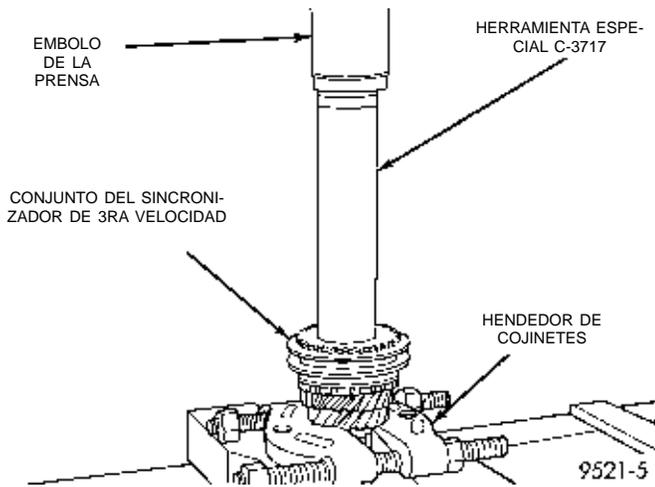

Fig. 90 Prensa sobre la maza del sincronizador de 3ra velocidad
- (1) Coloque el eje impulsor en la prensa de taller.
- (2) Instale el cojinete de agujas de jaula de 3ra velocidad en el eje impulsor.
- (3) Instale el engranaje de 3ra velocidad y el sincronizador de 3-4 en el eje impulsor. Instale la herramienta N° C-3717 sobre el eje impulsor y oprima la maza del sincronizador y el engranaje de 3ra (Fig. 90). La maza del sincronizador tiene la letra U estampada en la cara superior de la misma. Esta letra indica que la maza debe instalarse con la U hacia arriba.